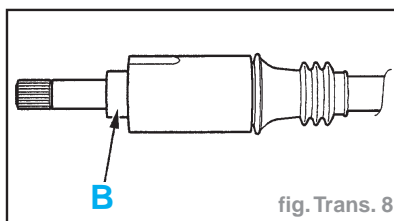

fig. Trans. 8
- mettre un morceau de ruban adhésif en (B) pour protéger les portées des transmissions (fig. Trans. 8)